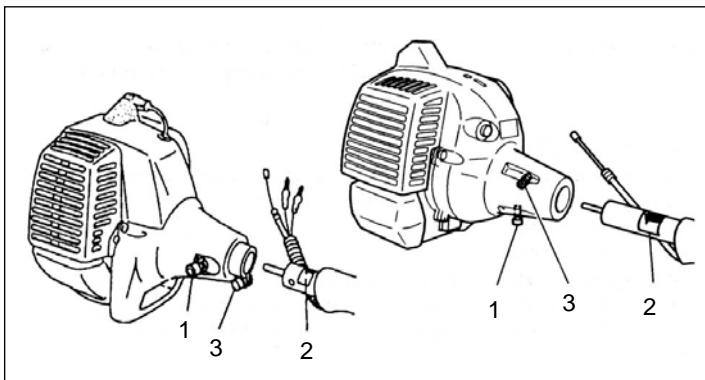

Fig.1-1
#### Drivaksel på motor (fig. 1-1)
2. Sørg for, at låsestiften (1) passer i rørets fastgøringshul (2), og at røret ikke går løs (fig. 1-1 B).